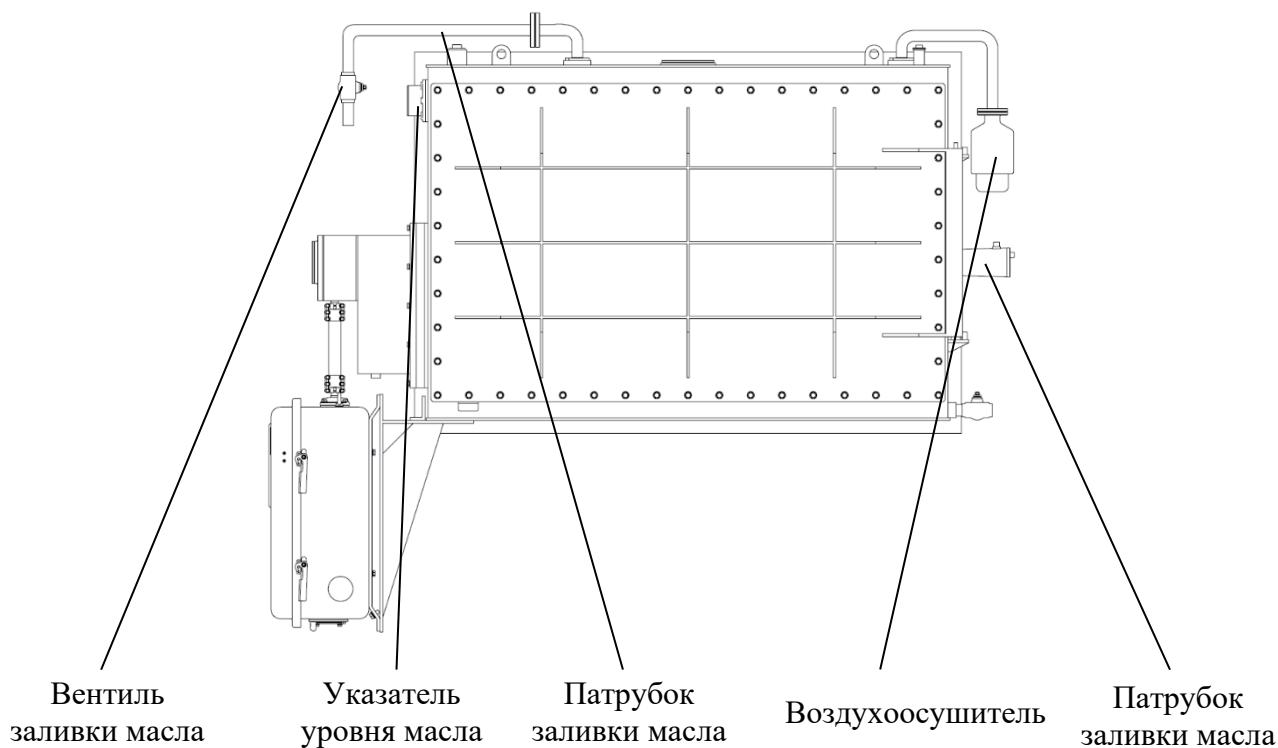

Рисунок 16 Заполнение маслом бака РПН нестандартной конфигурации
9.2.1 Заполнение устройства РПН маслом при атмосферном давлении на трансформаторе, не оборудованном расширительным баком устройства РПН. Заполнение маслом осуществлять непосредственно через вентиль заливки масла на баке устройства РПН (рисунок 16).